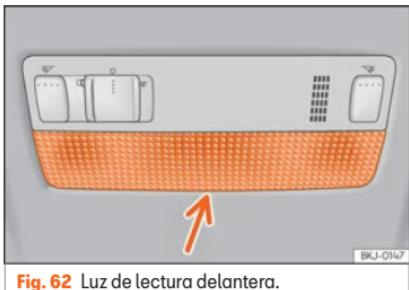

Fig. 62 Luz de lectura delantera.
- Introduzca un destornillador fino por su parte plana entre la carcasa y el cristal »» fig. 62.